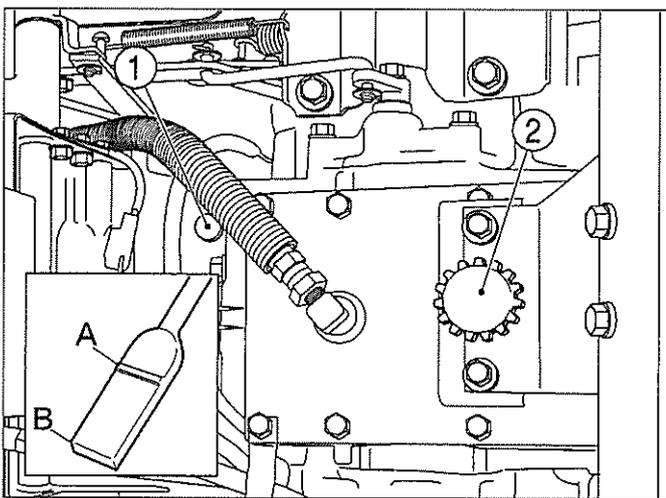

FIG. 43 / ABB. 43 / FIG. 43
FIG. 43 : Pour vérifier le niveau d'huile de transmission, stationnez le tracteur à plat et retirez la jauge (1). Le niveau d'huile doit être situé entre la limite supérieure A et l'extrémité de la jauge B.